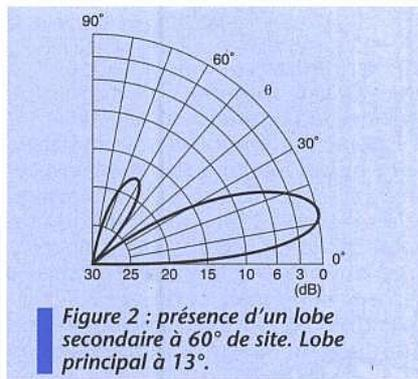

Figure 2 : présence d'un lobe secondaire à 60° de site. Lobe principal à 13°.
- le diagramme dans un plan vertical pour un azimut donné (figure 2).